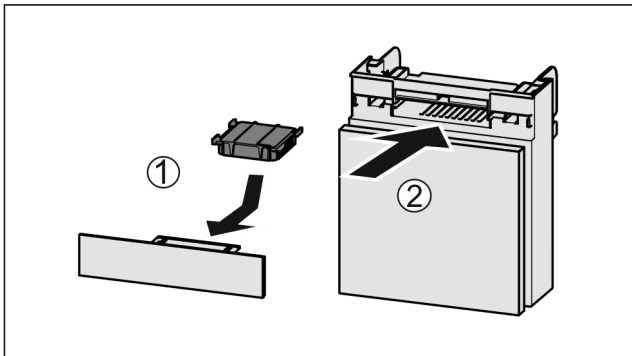

Fig. 165
- ▶ Actiefkoolfilter overeenkomstig afbeelding aanbrengen Fig. 165 (1).
- ▶ Lade erin schuiven Fig. 165 (2).